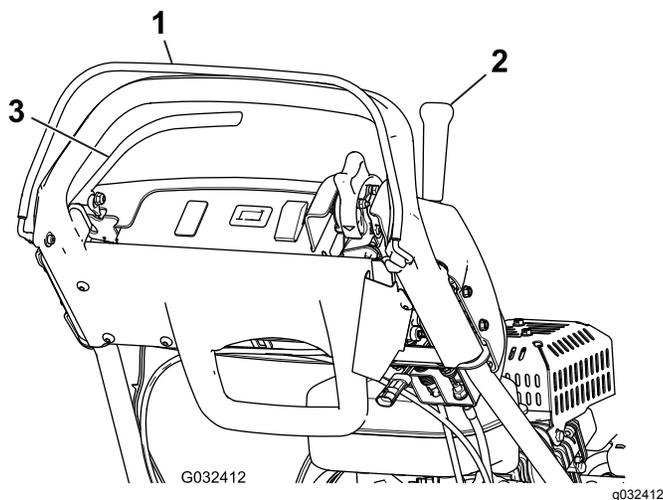

図 31
3. OPC を解除した状態で、走行レバーを入れる 図 31。レバーが入らなければ正常。走行レバーが入るのはインタロックシステムの異常であるから修理する。必ず修理してから使用すること 走行インタロックスイッチの整備 \(ページ 31\)を参照。
4. OPC を押し、走行レバーを入れた状態から OPC を解除する 図 31。走行レバーが外れれば正常。走行レバーが外れないのはインタロックシステムの異常であるから修理する。必ず修理してから使用すること 走行インタロックスイッチの整備 \(ページ 31\)を参照。
5. OPC を押し、シフトレバーを左に入れた状態から走行・リール回転にセットし、OPC を解除する 図 31。走行レバーが外れれば正常。走行レバーが外れないのはインタロックシステムの異常であるから修理する。必ず修理してから使用すること。 走行インタロックスイッチの整備 \(ページ 31\)を参照。 リールコントロールの調整 \(ページ 35\)
6. OPC を押し、シフトレバーを左に入れて走行とリール回転を開始し、その状態からシフトレバーを右に操作してリール回転を解除する 図 31。リール
2. OPC を押し、走行レバーを入れた状態とし、エンジンコントロールを始動位置にする 図 31。エンジンの始動を試みる。クランキングしなければ正常。エンジンが掛かるのはスイッチの異常であるから修理する。必ず修理してから使用すること。 走行インタロックスイッチの整備 \(ページ 31\)を参照。
2. 走行レバーを解除した状態とし、常用ブレーキを掛けた状態とし、エンジンコントロールを始動位置にして 図 31、エンジンの始動を試みる。エンジンが始動すれば正常。エンジンが掛からないのはスイッチの異常であるから修理する。必ず修理してから使用すること ブレーキインタロックスイッチの整備 \(ページ 32\)を参照。
3. エンジンを始動させ、常用ブレーキ駐車ブレーキではなくを掛け、OPC を押した状態から走行レバーを入れる 図 31。機体が走行しようとするが、エンジンは停止しない。エンジンが停止するのはスイッチの異常であるから直ちに修理する。必ず修理してから使用すること ブレーキインタロックスイッチの整備 \(ページ 32\)を参照。
4. エンジンを始動させ、駐車ブレーキラッチを掛け、OPC を押した状態から走行レバーを入れる 図 31。エンジンが停止すれば正常です。エンジンが停止しないのはスイッチの異常であるから修理する。必ず修理してから使用すること ブレーキインタロックスイッチの整備 \(ページ 32\)を参照。